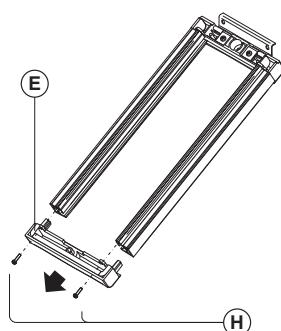

Fig. 5
5. Remova os parafusos de fixação **H** (**Fig. 5**) e a tampa de plástico **E** (**Fig. 5**) do suporte do módulo;